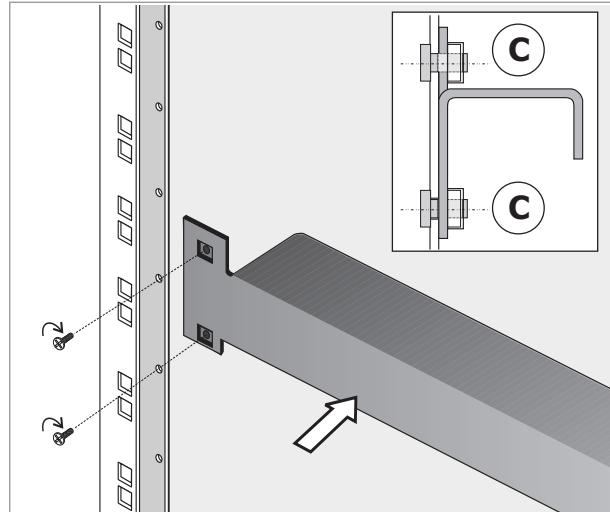

Fig. 2.1.3
1. Fix the brackets **[B]** to the rack by means of the supplied screws **[C]** as shown in figure 2.1.3.
- Fixer les brides [B] au rack en utilisant les vis [C] fournies à cet effet comme indiqué à la figure 2.1.3.
- Die Bügel [B] mit Hilfe der beiliegenden Schrauben [C] am Rack befestigen, wie in Abbildung 2.1.3 dargestellt.
Fig./Abb. 2.1.3